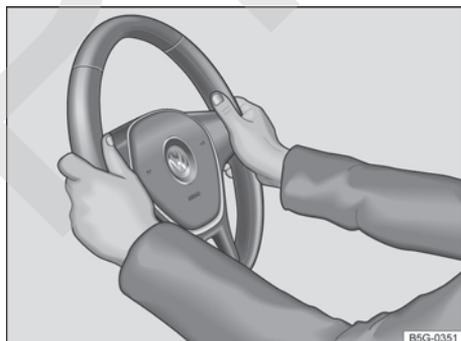

Fig. 68 En el volante: posición equivalente a las 9 y las 3 horas.
- Ajuste el volante de forma que pueda sujetarlo con las dos manos por los lados, por su parte exterior, en la posición equivalente a las 9 y las 3 horas → fig. 68 con los brazos ligeramente flexionados.
- Con el fin de reducir el peligro de sufrir lesiones en caso de que se dispare el airbag frontal del conductor, durante la conducción sujete siempre el volante por los lados, por su parte exterior, con las manos en la posición equivalente a las 9 y las 3 horas → fig. 68.